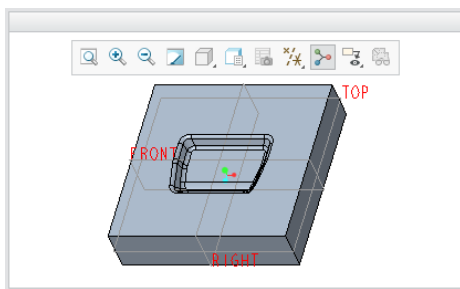

图 6-48 凹模参考模型
(1) 在功能区“模型”选项卡的“工程”组中单击“成型”→  (凹模) 按钮, 功能区出现“凹模”选项卡。
(2) 在功能区的“凹模”选项卡中单击  (打开冲孔模型) 按钮, 弹出“打开”对话框, 通过“打开”对话框浏览并选择本书配套的 tsm_s6_die2_x.prt, 单击该对话框中的“打开”按钮。此时, 可以在功能区的“凹模”选项卡中单击  (指定约束时在单独的窗口中显示元件) 以增加选中它, 系统弹出图 6-48 所示的一个单独窗口显示凹模参考模型。